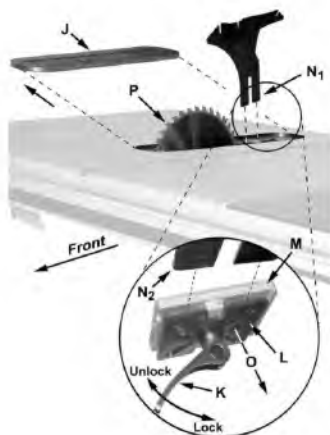

Рис. 8
3. Уберите вставку в столе (J).
4. Расположенный внутри стола и доступный через вставку быстрый зажим с ручкой (K) фиксации (рис. 8 вставка), разместить в положение разблокировки.
5. Накладной зажимной блок (L) имеет пружину (O) и отодвинется от фиксированного блока (M), оставляя зазор.
6. Вставьте нижнюю часть расклинивающего ножа (N1, N2), полностью в зазор между зажимом блоков (L, M), а затем зафиксируйте ручку (K).
7. Поставьте вставку (J) обратно в стол. Пильный диск и расклинивающий нож должен выступать через отверстие во вкладыше.
Зажим блоков (L, M., рис. 8) отрегулирован на заводе, регулировка после установки защитного кожуха и расклинивающего ножа не требуется. Тем не менее, правильное положение расклинивающего ножа (стр. 14) является очень важным. Проверьте перед началом работы на столе, и последующей процедурой настройки, если необходимо.